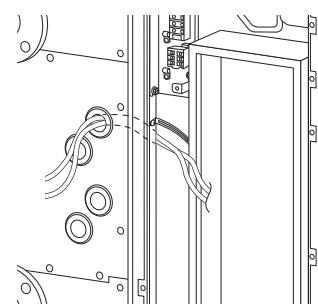

図 20
- ② ユニットの外部入出力線引入口の右上穴から配線をユニット内部に引き込みます。（図 20）